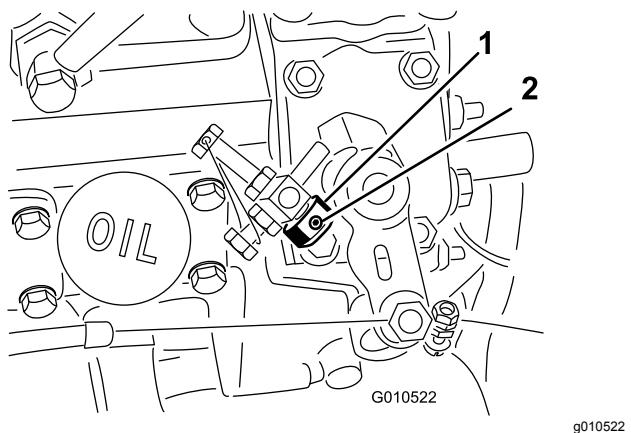

図 5
1. スロットルストップについている固定ねじをゆるめる図 5。
2. スロットルストップをハイアイドルねじまで動かす図 5。スロットルストップの面取りされている端部が外側を向くようにする。